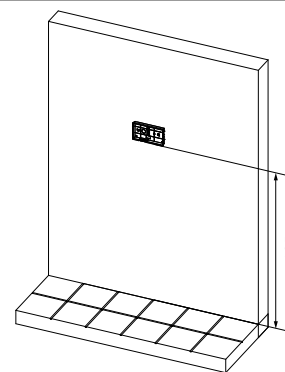
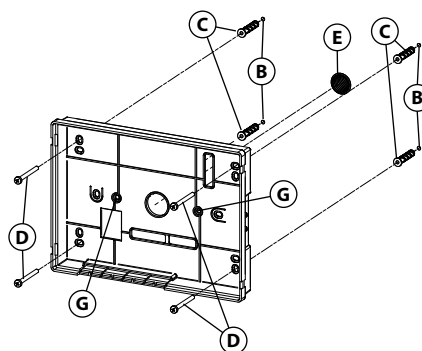

Fig. 3
Fig. 4
3. Poser la base de l'interphone vidéo sur le mur à une hauteur de 135 cm environ (**Fig. 3**) du plancher fini et prendre les références pour les trous de fixation (B) (**Fig. 4**), en considérant que les conducteurs (E) (**Fig. 4**) doivent passer à travers l'ouverture (F) (**Fig. 4**). Si le boîtier encastrable 503 est utilisé pour la sortie murale des conducteurs, le murer en position verticale en laissant environ 140 cm entre la base et le plancher fini.
4. En consultant la **Fig. 4**, réaliser les trous (B), y insérer les chevilles à expansion (C) et fixer la base de l'interphone vidéo au mur à l'aide des vis (D) en prenant soin de passer les conducteurs (E) à travers la fente (F). Si le boîtier encastrable 503 a été utilisé, fixer la base sur le mur par les trous (G) (lentement avec les languettes de fixation du 503) en utilisant les vis (D).